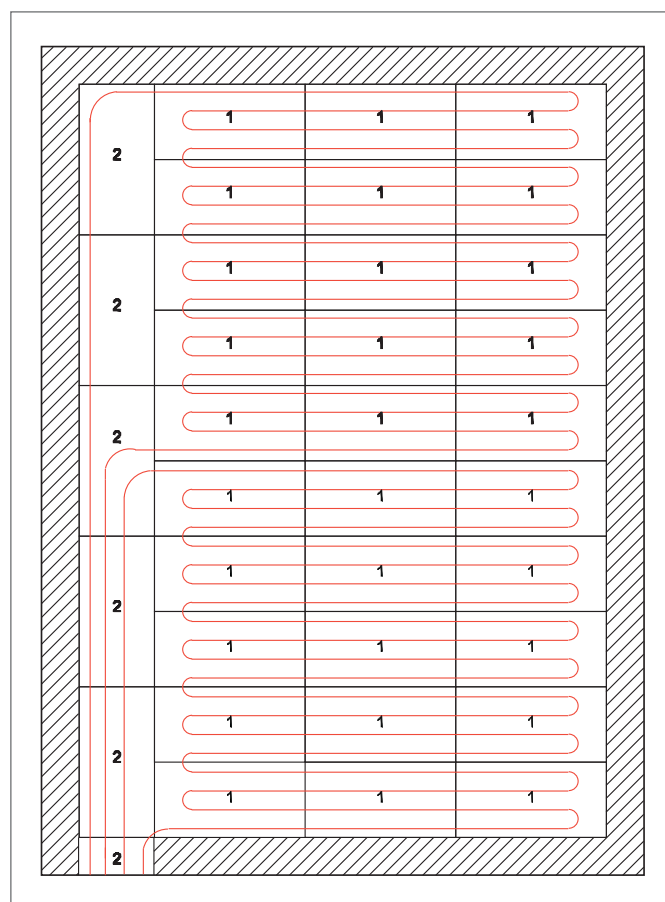

Рис. 3-65 Пример плана укладки труб в теплоизоляционные маты TS-14
5. Уложить маты согласно выбранной схеме (см рис. 3-65), избегая пропусков. При необходимости прорезать канавки для трубопроводов в дополнительных элементах при помощи прибора для вырезания канавок. Теплопроводные пластины TS-14 зажаты в теплоизоляционных матах TS-14.